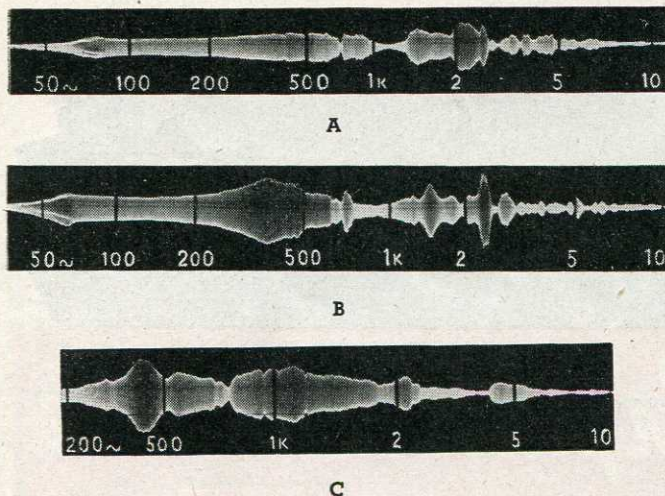

Fig. 39. — Mesures effectuées en plein air ; puissance dissipée dans la bobine mobile : 1 W :
Le microphone est placé derrière le haut-parleur dans les cas (A) et (B) afin de permettre une comparaison directe entre petit baffle et petit coffret ouvert à l'arrière. En (C) l'influence du pavillon est plus nette en plaçant le microphone au voisinage de sa section terminale. Les oscillogrammes de la figure 39 révèlent des résultats assez intéressants :